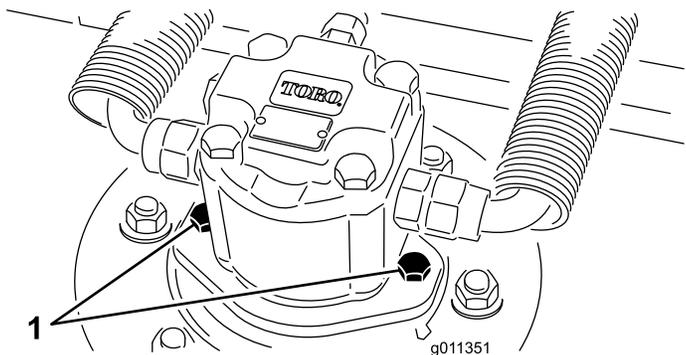

図 92
2. デッキから油圧モータを外す図92。異物につかないように、スピンドル上部にはカバーを掛けておく。
4. デッキに油圧モータを取り付ける 図 92。リングを忘れずに、また、損傷させないように注意して取り付け。